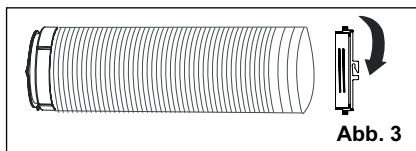

Abb. 3
2. Die andere Seite des Schlauchs in die Länge ziehen und an Verbindungsstück B (Abb. 3) anschrauben.